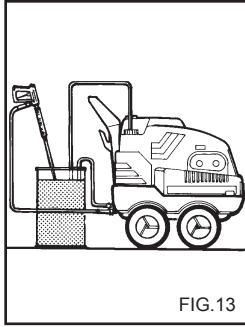

FIG.13
**OPERAÇÕES PARA A UTILIZAÇÃO DE PRODUTO ANTI-CONGELAMENTO. (fig. 13)**